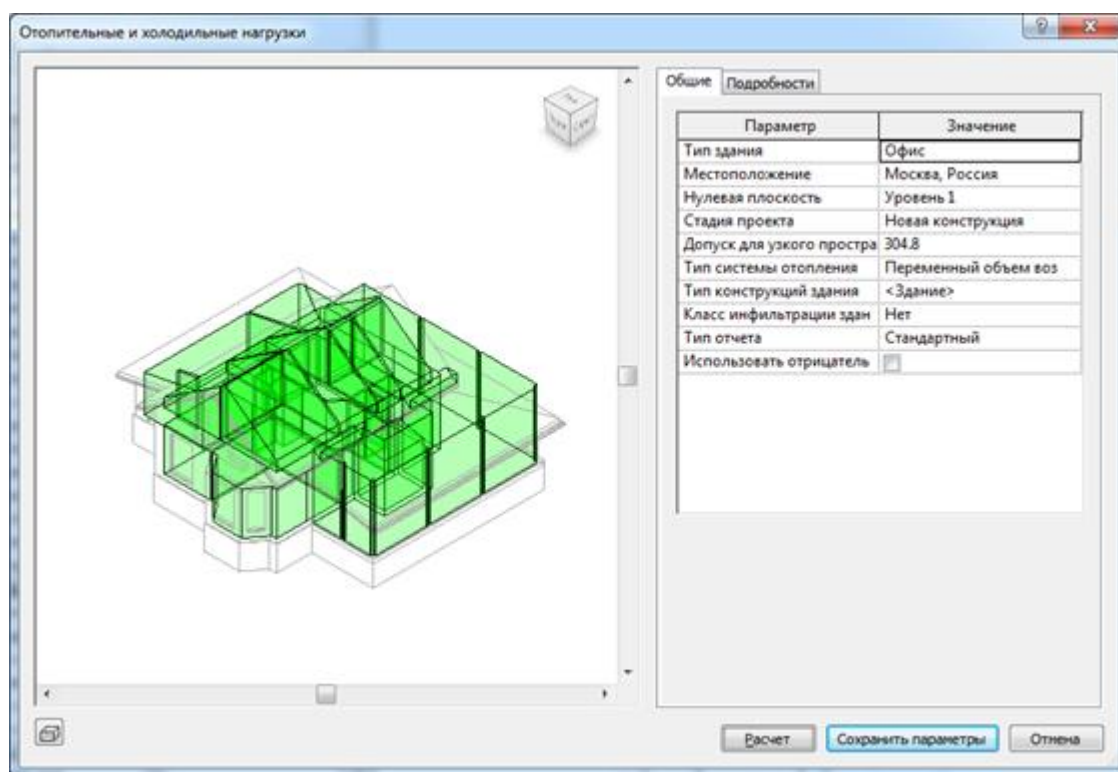
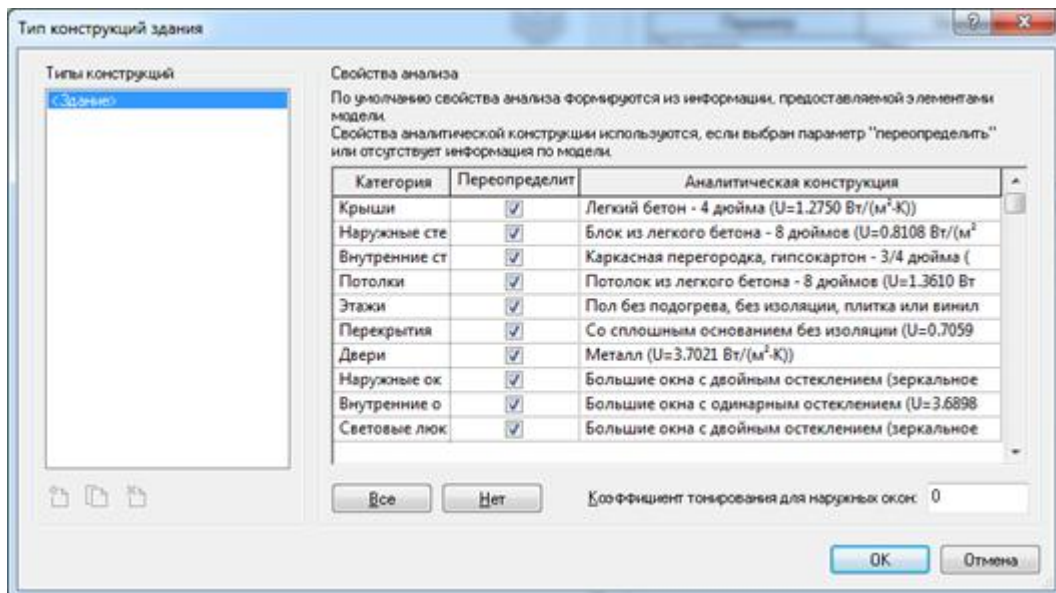

Рисунок 3.73. Диалог Отопительные и холодильные нагрузки
Рисунок 3.74. Диалог Тип конструкций зданий
Для определения свойств наружных стен необходимо вызвать диалоговое окно Отопительные и холодильные нагрузки (Анализ->Отчеты и спецификации->Отопительные и холодильные нагрузки (LO) (рис. 3.73). Далее нужно нажать во вкладке «Общие» в строке «Тип конструкций зданий» в области «Значение» на надпись <Здание>, и появится диалоговое окно "Тип конструкций здания" (рис. 3.74).